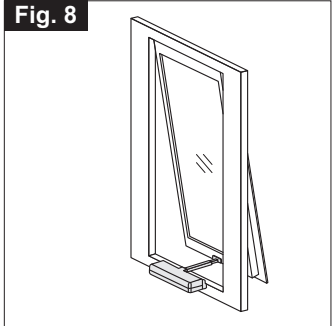

Fig. 8
5.2- TOP HUNG WINDOWS (Fig. 8 and Fig. 19 ÷ 27)